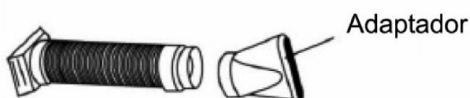

Fig.14
2. Instale el adaptador de Escape de la ventana(boca plana) en el tubo de escape como se muestra en Fig.14. Tome para referencia las páginas previas sobre instalación de conjunto de ventana.